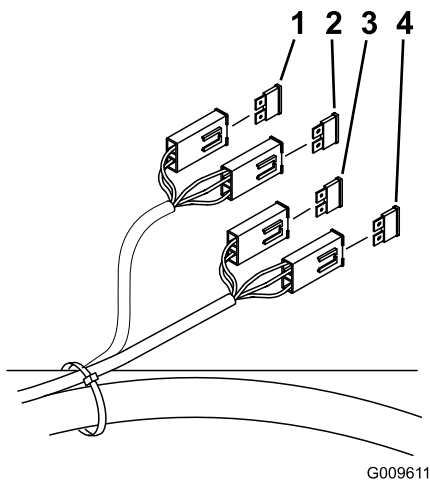

Figura 40
1. Desenganche el asiento y levántelo para tener acceso al portafusibles (Figura 40).
3. Instale un fusible nuevo (Figura 40).